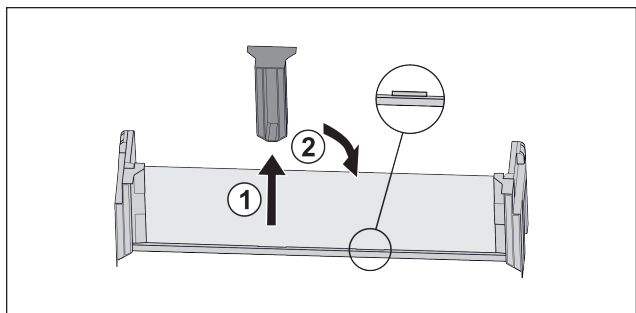

Fig. 19
- Витягнути середню деталь для підтримки Fig. 19 (1).
- Вставити середню деталь для підтримки на друге положення Fig. 19 (2).